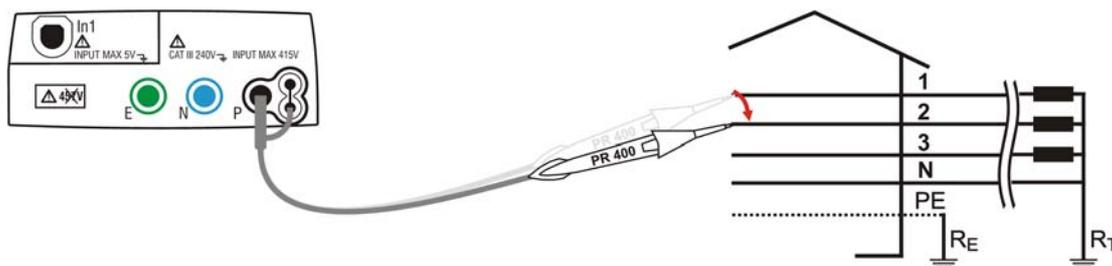

Fig. 26: Verifica del senso ciclico delle fasi ad un terminale, connessione fase 2
8. Connettere il coccodrillo od il puntale nero, oppure il puntale remoto alla seconda fase della rete elettrica in esame in accordo alle Fig. 26 e Fig. 27.